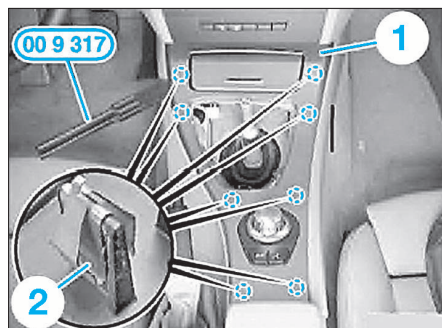

FIG. 20
- détacher le cache (1) des agrafes (2) avec l'outil 00 9 317 (cale pour habillage plastique) (Fig.20)
- débrancher les connecteurs et retirer le cache (1) par le haut.